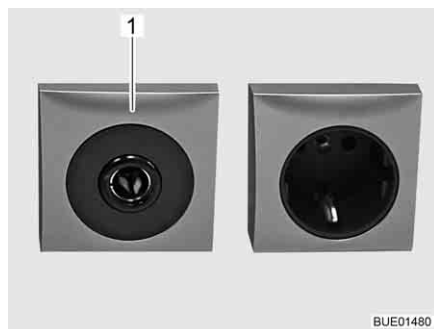

Bild 102 Uttag 12 V/10 A
- ▷ Till 12 V-nätets eluttag (Bild 102,1) får endast apparater med maximalt 10 A anslutas.